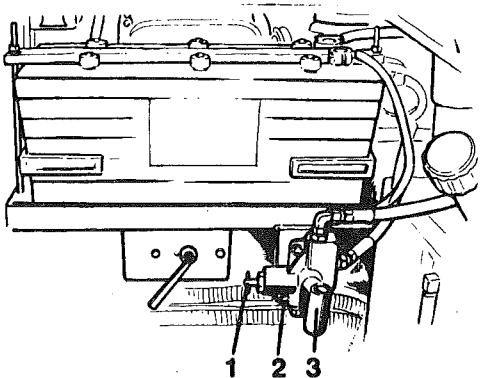

Fig. 21 Soupape de remorquage
Voir fig. 21.
Tirer la soupape (1), fig. 21, de façon à ce que les freins serrent à nouveau.